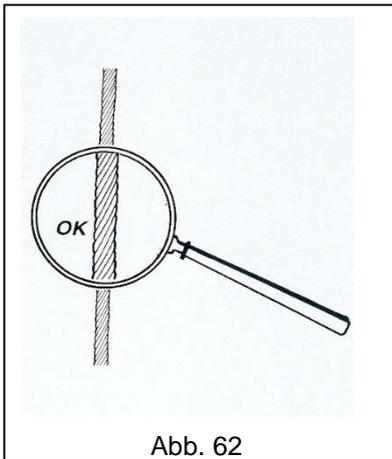

Abb. 62
- **STETS** Eignung und Wirksamkeit der Anschlagmittel (Seile, Ketten, Bänder usw.) überprüfen; dabei insbesondere prüfen, dass keine Risse, Quetschungen, kaputte Litzen oder nicht geschmierte Teile vorhanden sind (Abb. 62).